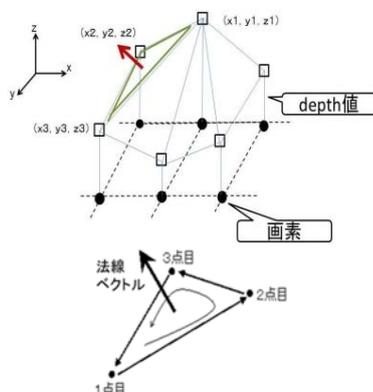

図2 Depth画像から三角形メッシュデータへの変換
- Depth画像中の隣接する画素三点の座標とdepth値から立体物の表面を覆う三角形メッシュデータ(図2、独自に作成)を作成し、次いで3Dプリンタ用の積層データを作成します。